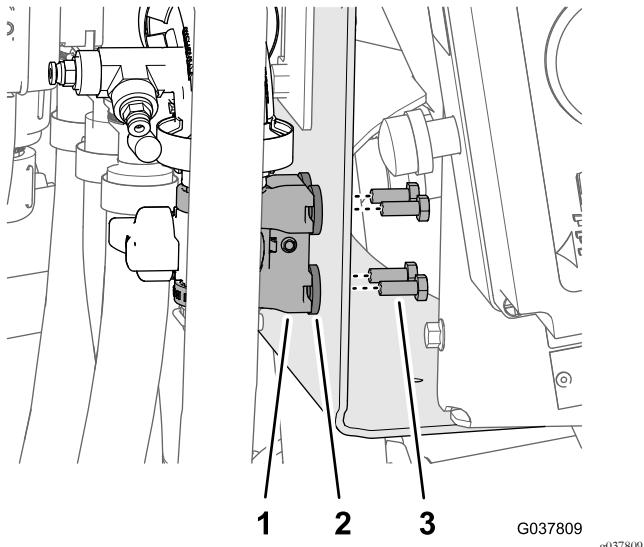

Figura 92
- 4. Montate la staffa in nylon e le rondelle sul supporto delle valvole con 4 bulloni (6 x 16 mm), come illustrato nella Figura 92.